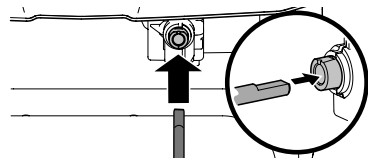

Figura 33
5. Inserte el otro extremo de la varilla de control del canal en el acoplador que se encuentra debajo del panel de la manija. Asegúrese de alinear el extremo plano de la varilla y el extremo plano del acoplador. Puede ser necesario girar la varilla hasta que se alineen estas dos superficies (Figura 33, recuadro).